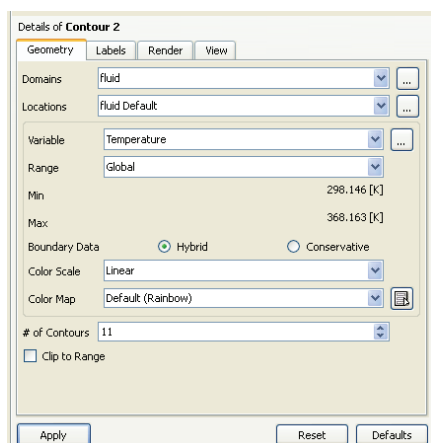
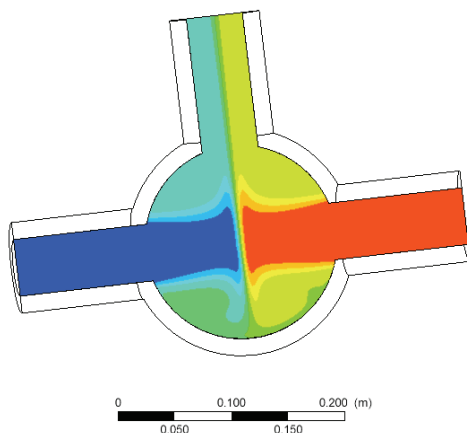

图 24-22 温度场查看设置
图 24-23 温度场等值线图
- 3) 单击工具栏中的 Contour 按钮, 在弹出的窗口中单击 OK 按钮创建 Contour 2 对象。在细节窗口设置如图 24-22 所示, 单击 Apply 按钮确认。得到的图形如图 24-23 所示。